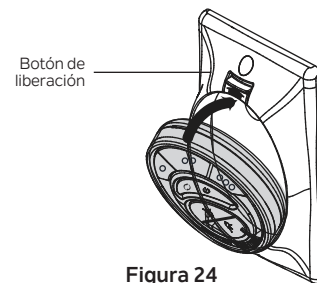

Figura 24
**Paso 1.** Inserte el transmisor en la placa de pared insertando primero la parte inferior del transmisor y luego presionando la parte superior del transmisor en el bolsillo. El transmisor funcionará completamente desde este lugar o puede retirarlo y usarlo como dispositivo portátil. (Figura 24)